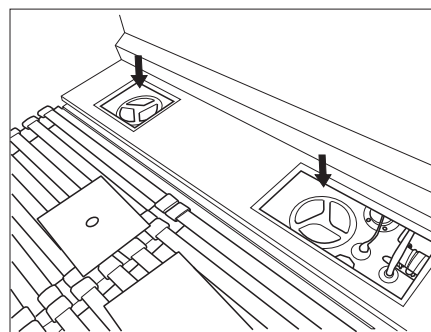

Figura 68 Aberturas de limpieza del depósito de agua potable (similar a la ilustración)
- Desatornillar y retirar las aberturas de limpieza (Figura 68). Ahora se puede acceder a la abertura de drenaje.